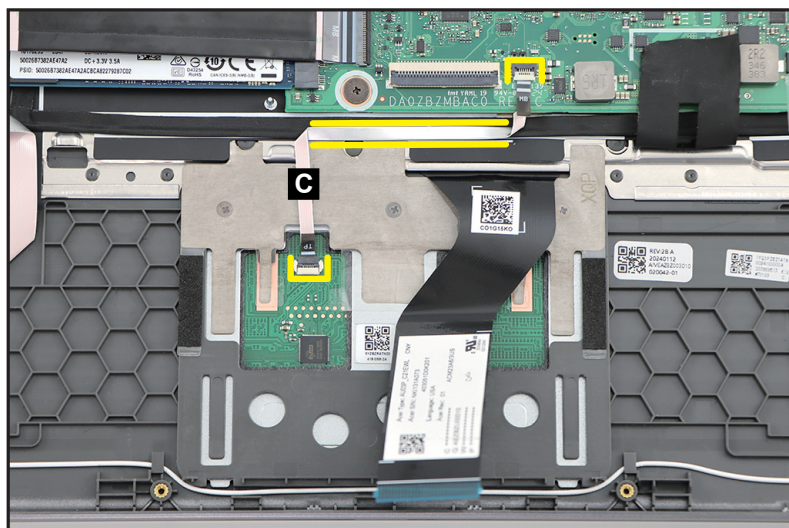

Figure 1-21. Retrait du module du pavé tactile
3. Débranchez le câble plat et souple du pavé tactile (C) du module du pavé tactile et des connecteurs de la carte mère. Détachez délicatement la partie centrale (mise en évidence par les lignes jaunes) du circuit plat flexible de son adhésif inférieur (Figure 1-21). Retirez le câble plat et souple du pavé tactile.